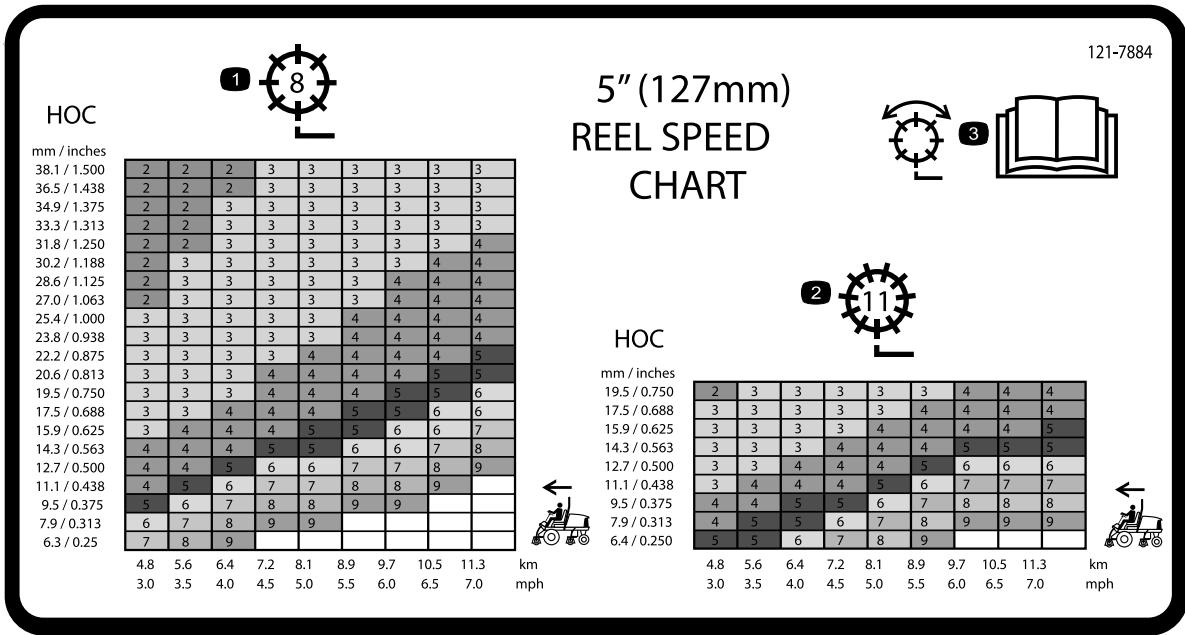
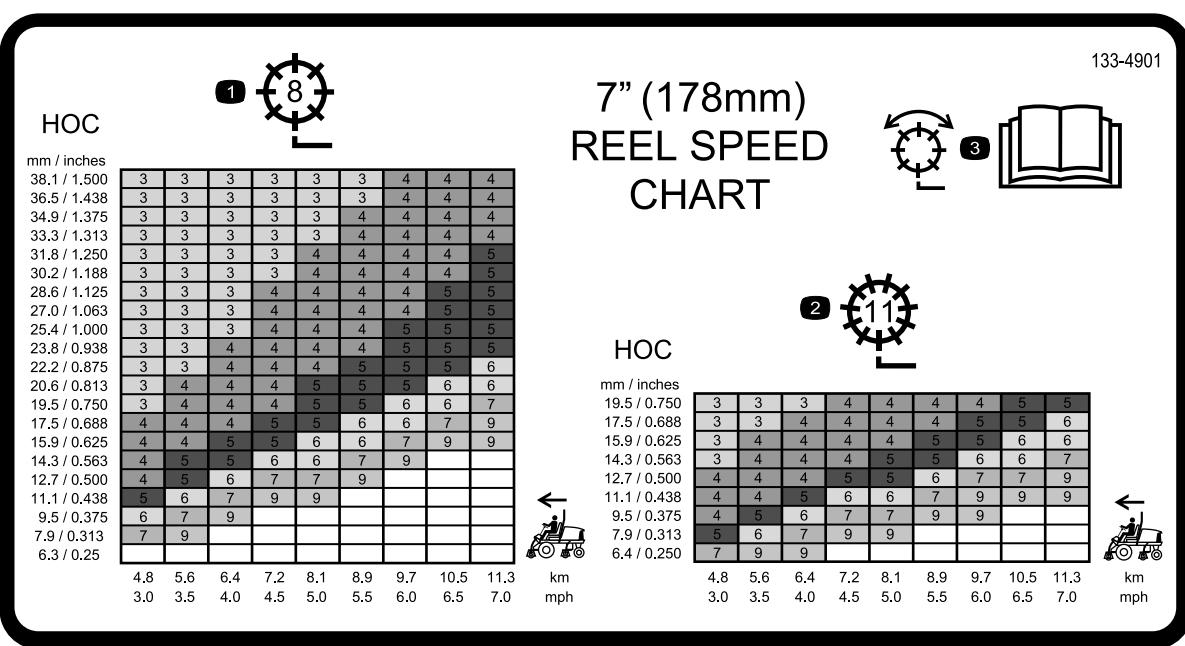

Figura 35
Figura 36
3. Utilizzate il grafico sulla tabella di velocità dei cilindri (Figura 35 e Figura 36) per determinare l'impostazione opportuna della velocità dei cilindri.